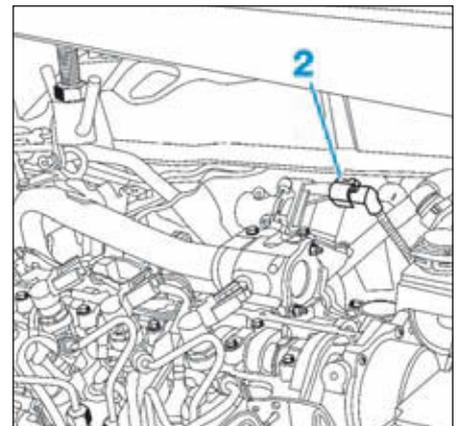

FIG.65
- Débrancher le connecteur de l'électrovanne (2) (Fig.65).